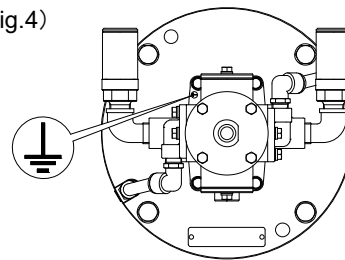

Fig.4 アース設置箇所
- 1) ポンプを設置するときには必ず指定箇所からアースを設置してください。(Fig.4)